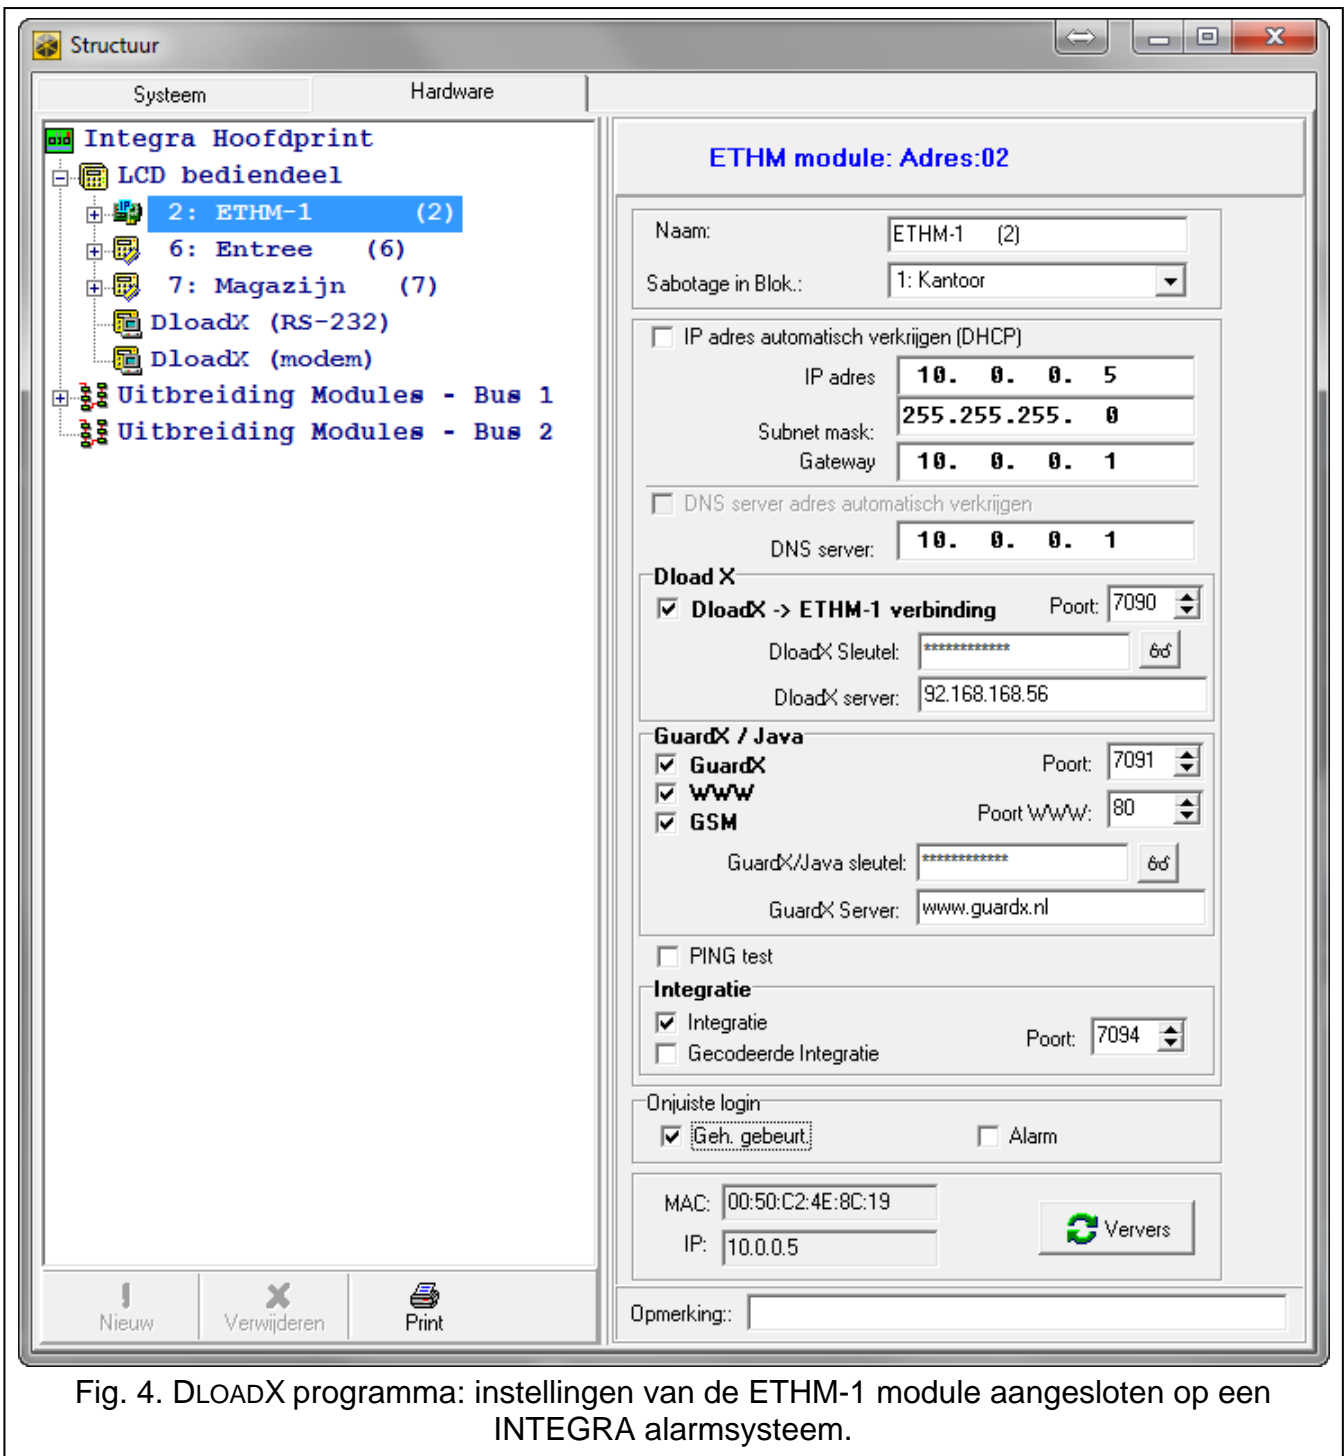

Fig. 4. DLOADX programma: instellingen van de ETHM-1 module aangesloten op een INTEGRA alarmsysteem.
- DLOADX programma: →"Structuur" scherm →"Hardware" tabblad →"Bediendelen" →[klik op de module uit de apparatenlijst] (zie Fig. 4).
Indien de module aangesloten is op een INTEGRA / INTEGRA Plus alarmsysteem, dan kan het IP adres ook via het DLOADX programma uitgelezen worden (dit wordt getoond onder de module instellingen – zie Fig. 4).